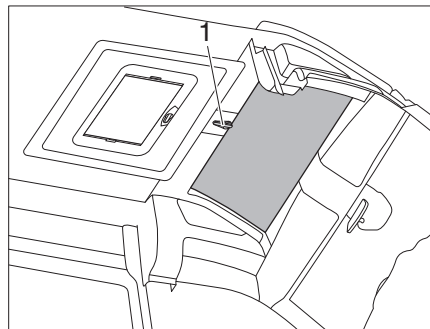

Bild 69 SkyRoof[®]
- Avaa salpa ja kierrä kampea (Bild 69,1) puoli kierrosta auki.